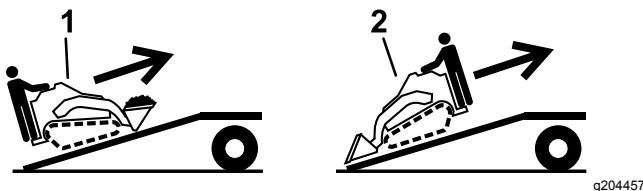

Figura 28
5. Cargue la máquina en el remolque por la rampa con el extremo más pesado hacia arriba, y la carga en la posición más baja posible (Figura 28).
1. Baje la rampa (Figura 28).